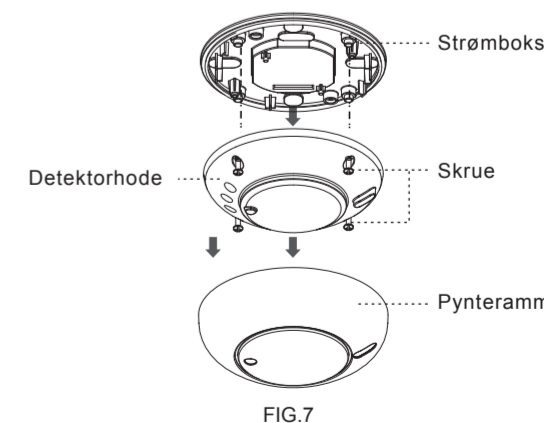

FIG.7
- 4.4.1.1 Ta pynterammen av detektoren, deretter ta detektorhode og koblingsboksen fra hverandre ved å løsne de fire skruene. (Se FIG.7).
- 4.4.1.4 Fest detektorhodet på strømboksen ved å sette inn de fire skruene i de tilsvarende skruenhullene, og dekk deretter til den dekorative rammen (se FIG.7).